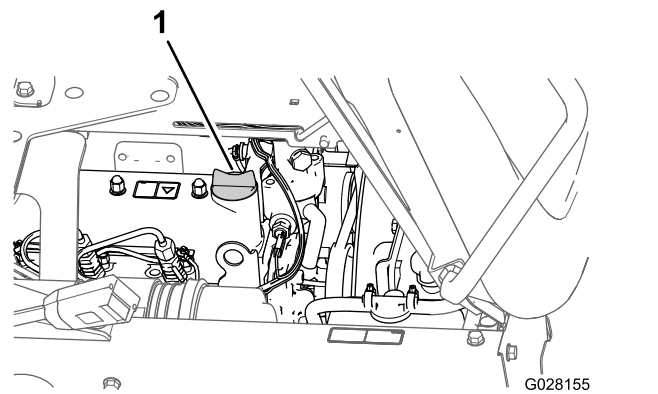

Figura 77
5. Retire el tapón de llenado de aceite del cuello de llenado de la tapa de válvulas del motor, y vierta lentamente aproximadamente el 80% de la cantidad especificada de aceite por el cuello de llenado (Figura 77).
8. Instale el tapón de llenado de aceite en el cuello de llenado (Figura 77).